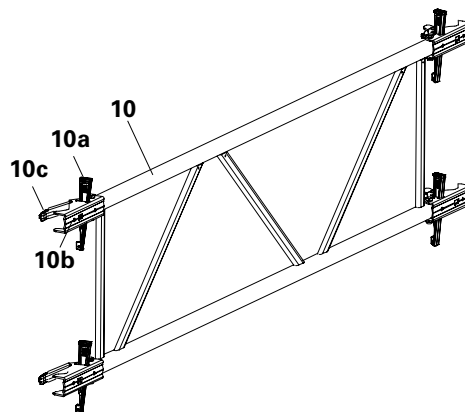

Fig. A1.05
1. Allentare il cuneo (10a) degli attacchi (10b) e aprire i morsetti (10c). (Fig. A1.05)